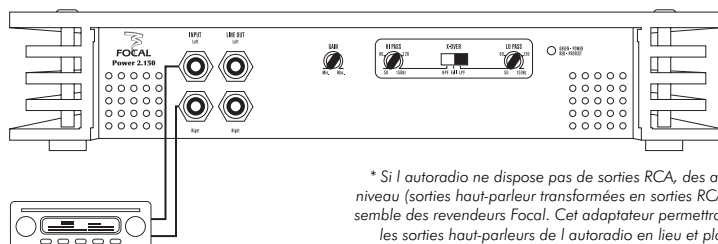

fig. 5
3.5 - La phase de connexion des câbles de modulation (RCA), REMOTE et câbles haut-parleur peut débuter. Connecter les RCA à l'amplificateur (fig. 5) en respectant les polarités (INPUT Left = noir ou blanc, INPUT Right = rouge). Connecter l'autre extrémité des RCA aux sorties RCA* de l'autoradio (Left = gauche ; Right = droite).